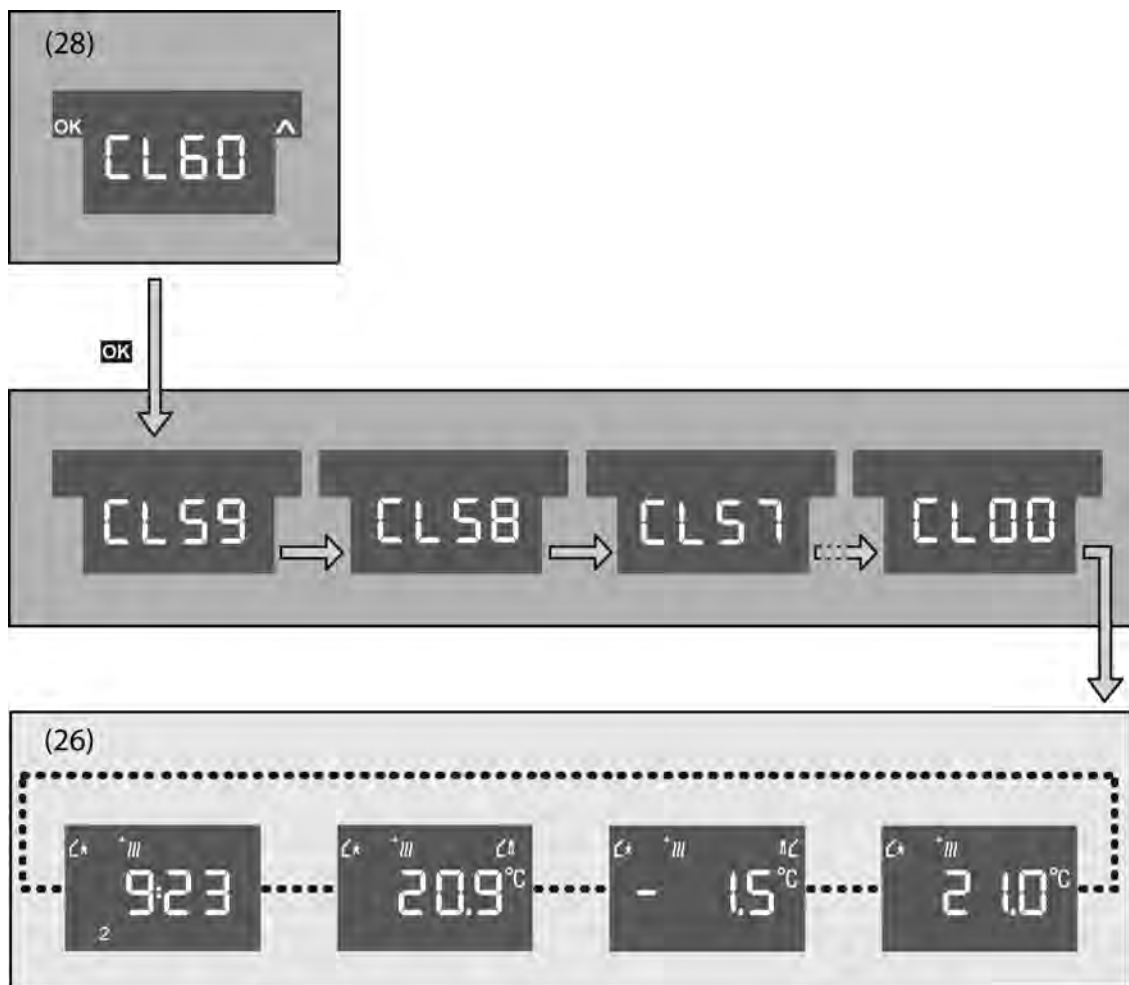

Bild 11: Untermenü der Putzfunktion
- Mit der rechten Displaytaste **▲** den Menüpunkt **CL60** (28) für die Putzfunktion auswählen, sofern dieser Menüpunkt noch nicht ausgewählt ist (Bild 11).